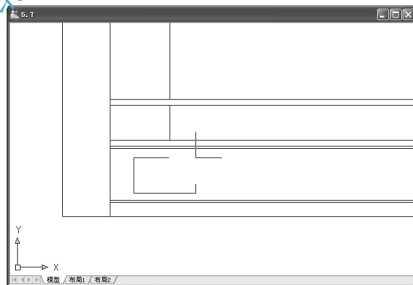

图 5.9 绘制造型左下角点
(3) 单击【绘图】工具栏中的【矩形】图标 ，启动【矩形】命令。
① 在指定第一个角点或 [倒角(C)/标高(E)/圆角(F)/厚度(T)/宽度(W)]: 提示下，输入造型左下角点相对于坐标基本点的坐标 “@200, 60” 后按 Enter 键。这样就绘出矩形的左下角点，如图 5.9 所示。